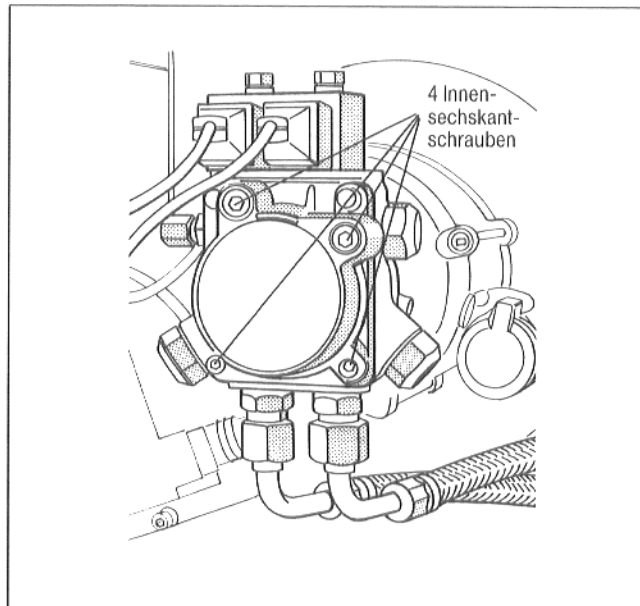

Abb. 5: Ölpumpenfilterwechsel
- 3.2 Zum Reinigen des Ölpumpenfilters die vier Innen-sechskantschrauben lösen (Abb. 5).
Abb. 5 a